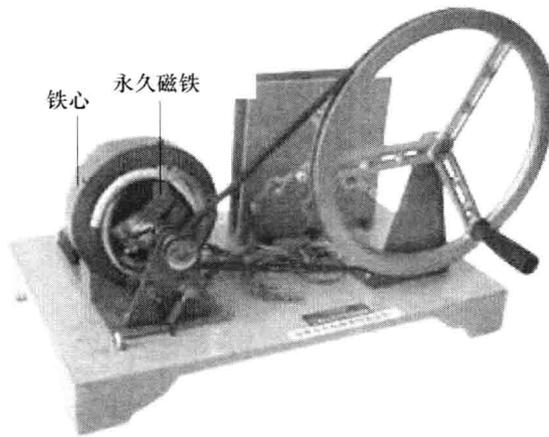

图 1-4 三相交流发电机的模型
(1) 观察图 1-4 所示的三相交流发电机模型的结构。特别注意镶嵌在铁心中的红色、黄色、绿色三组线圈, 其中每一组的线圈表面上看只有一圈, 但其实这一圈里面已经用细的漆包线绕了很多匝, 请大家留意这三组不同颜色的线圈在铁心上的安装位置有什么特点?